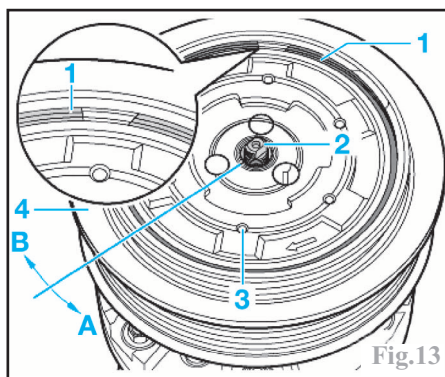
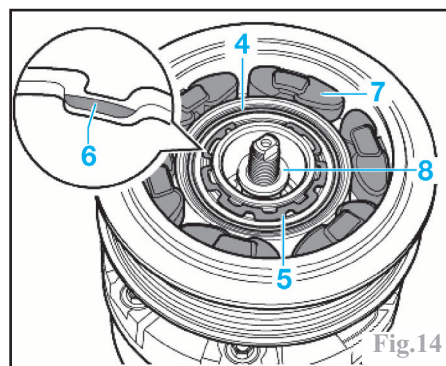

Fig.13
Fig.14
Retirer avec précaution le circlip (1) avec l'aide d'un petit tournevis ou d'une pince à bout pointu (Fig.13).
Retirer le circlip (5) (Fig.14).
Remplacer le circlip (5) (Fig.14). Nettoyer le flasque du compresseur avant d'emmancher la poulie. Lors de la repose du circlip (5), veiller à ne pas l'écarter plus que nécessaire en vue de son montage.
Reposer la poulie (4) (Fig.14).
Contrôler la présence de la rondelle (8) de 17,5 x 10 x 3 (Fig.14).
Pour la repose du plateau d'entraînement, humecter légèrement les éléments en caoutchouc (7) avec de l'eau savonneuse (servant de produit antifriction) (Fig.13). Engager le disque d'entraînement (3) (Fig.13) dans les éléments en caoutchouc (7) (Fig.14) jusqu'à ce qu'il soit en contact avec l'arbre du compresseur (2) (Fig.13).
Visser le disque d'entraînement (3) sur l'arbre de compresseur (2) en tournant dans le sens de la flèche (B) (Fig.13).